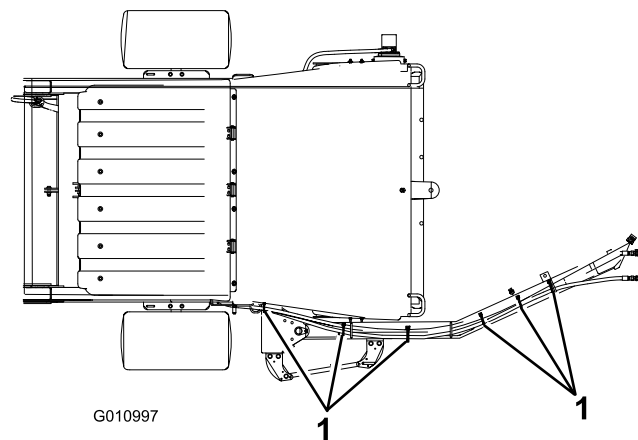
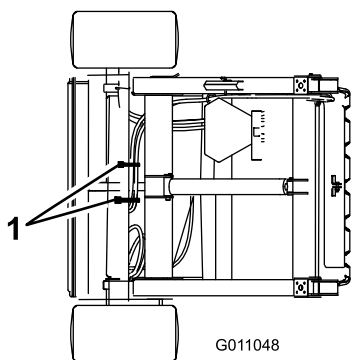

図 11
図 12
2. 油圧ホースとワイヤ・ハーネスを図 11と図 12に示すように固定する。